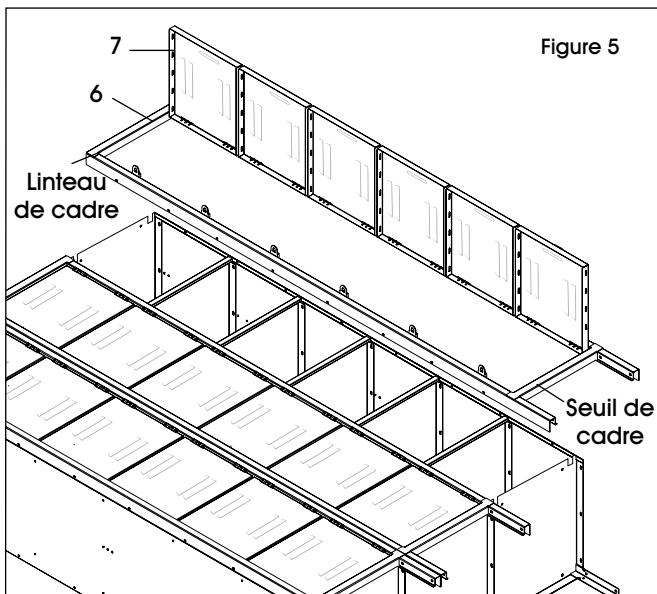

Figure 5
8. Placez les ensembles porte et cadre (6 et 7) sur le corps du casier. Assurez-vous que les côtés du corps sont à l'intérieur des cadres et non entre les cadres. Fixez le dessus au linteau de cadre et le fond au seuil du cadre (un boulon chacun). (Voir Figure 5) Si vous raccordez une unité de trois éléments à une autre unité connexe, passez à la section JOINDRE DES UNITÉS.